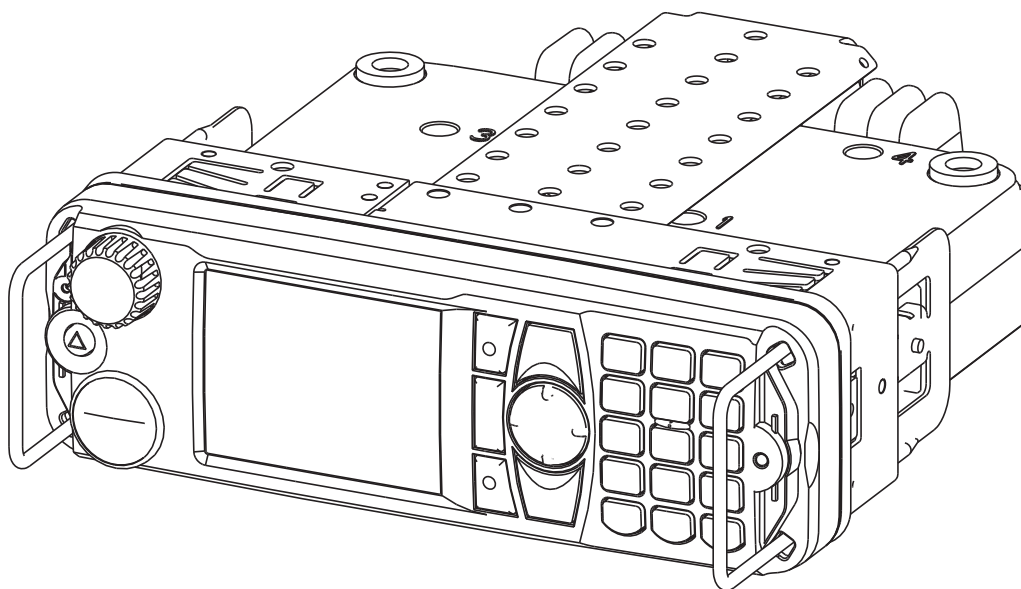

Abbildung 9 Entnahme des Funkgeräts aus dem Rahmen
2. Führen Sie das Demontagewerkzeug in die beiden in der nachfolgenden Abbildung 9 gezeigten Öffnungen ein.